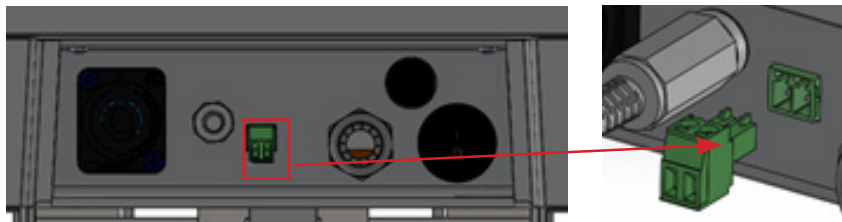

Figure 3
- Repérer dans le coffret électrique du volet automatique le contact de fin de course (un contact sec, sans alimentation). Certains fabricants de volets identifient spécialement ce contact pour le pilotage des électrolyseurs. Ce contact doit être de type Normalement Ouvert. (NO)
- Relier les bornes du contact sec (NO) par 1 câble à 2 conducteurs de faible section au bornier de la carte électronique située à l'intérieur du boîtier de commande de l'électrolyseur comme indiqué sur la Figure 3 ci-dessous.